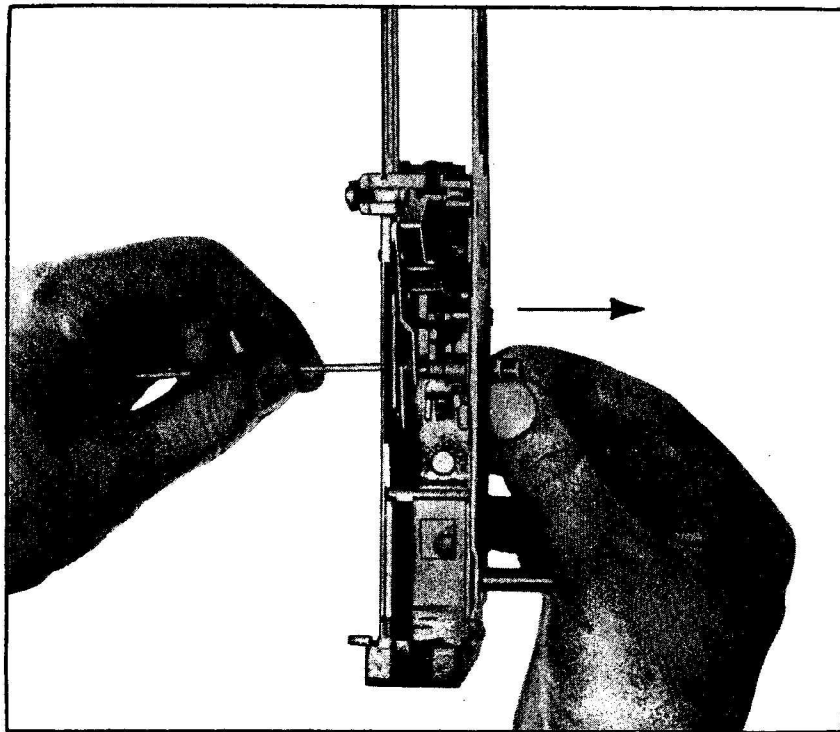

Fig. 64
2. con utensile 105 sfilare il perno leva raffica dal foro G procedendo da sinistra a destra (fig. 64, vedere freccia).
2. with tool 105 push out the automatic fire lever pin from "G" hole, from left to right (figure 64 see arrow).